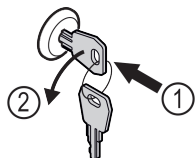

Fig. 162
- Sleutel erin duwen. Fig. 162 (1)
- Sleutel 90° linksom draaien. Fig. 162 (2)